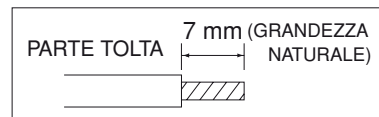

Fig. 28
- (1) Usando le pinze universali, tagliare il cavo all'estremità quindi spelarne la guaina scoprendo circa 7 mm di filo. Vedere l'etichetta (Fig. 28) vicino alla morsetteria.
- (2) Con un cacciavite, allentare sulla morsetteria la vite del terminale.
- (3) Inserire il filo e serrare a fondo la vite del terminale con un cacciavite.